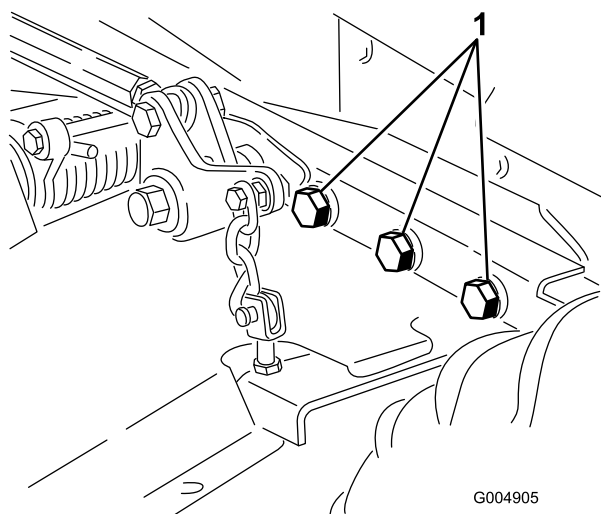

Figura 81
4. Compruebe que todos los herrajes están bien apretados; apriételos si es necesario. En particular, apriete los 6 pernos que fijan el bastidor de la carcasa del cortacésped a la unidad de tracción (Figura 81) a 359 Nm.